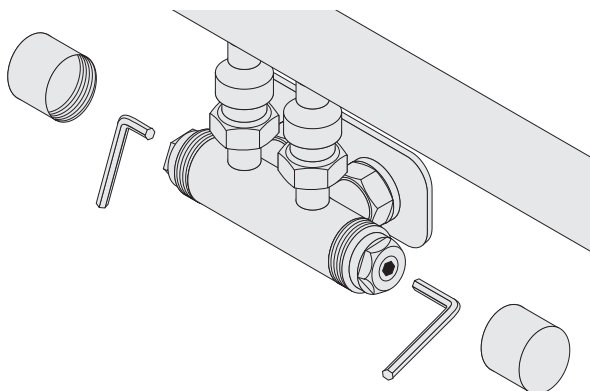

Рис.24
6.2.3. Открутите декоративные колпачки и при помощи шестигранного ключа №6 закройте (по часовой стрелке) вентиль до упора (рис. 24).